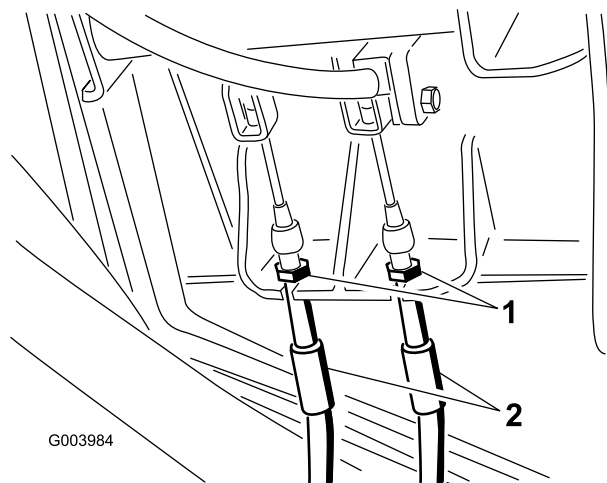

図 74
1. 遊びを減らすブレーキを締めるには、ブレーキケーブルのネジ山の前ナットをゆるめ、後ろのナットを締める(図74)。